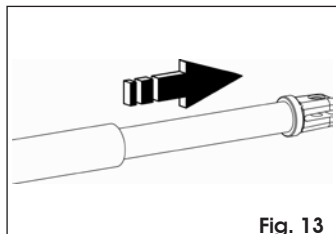

Fig. 13
- Trek de buis er helemaal uit tot hij niet verder kan (Fig. 13).